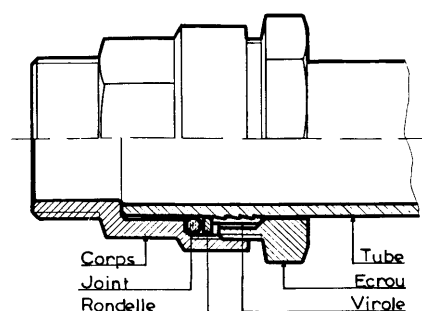

fig.4
- S'assurer que la pression de service (PS) du tube est compatible avec la pression maximum d'utilisation de la pompe.
- La mise en place avec tuyaux en polyéthylène se fait à l'aide de raccords spéciaux pour tubes plastiques (fig.4).